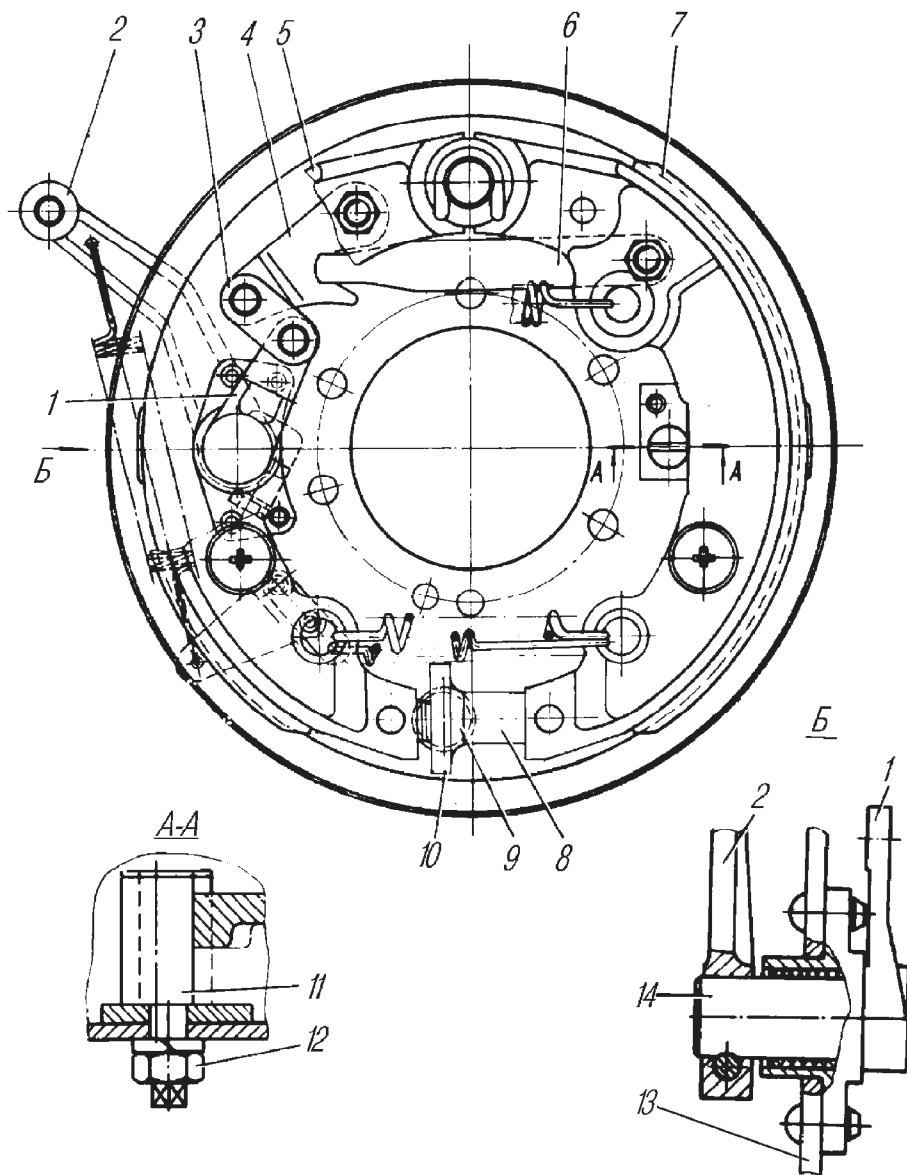

Рис. 73. Тормоз стояночный:
При торможении усилие передается от регулировочного рычага 2 (рис. 73) через рычаг 1, серьгу 3 на разжимной рычаг 4.
3. Отрегулировать зазор между правой колодкой и барабаном. Для чего ослабить на пол- оборота стопорную гайку 12 (см.рис. 73) на эксцентриковом пальце 11 со стороны щита и, поворачивая палец ключом по часовой стрелке, установить зазор 0,3– 0,5 мм. Зазор проверять щупом через щель в отражателе тормоза. Стопорную гайку затянуть, предотвращая поворот пальца.